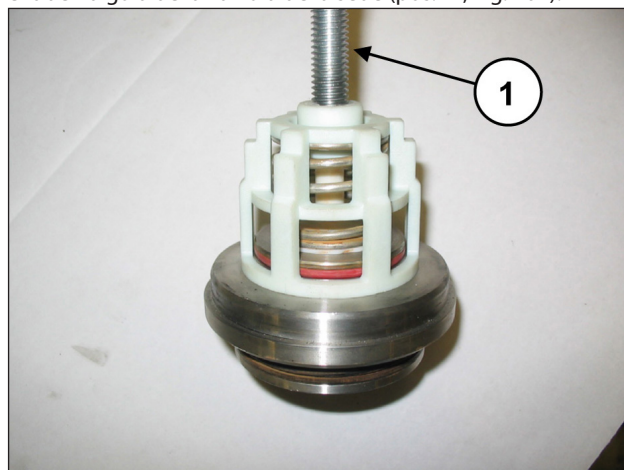

Fig. 104
Desmontar los grupos de las válvulas de aspiración y envío atornillando un tornillo M10 para presionar la guía interna y extraer la guía de la válvula de la sede (pos. ①, Fig. 104).